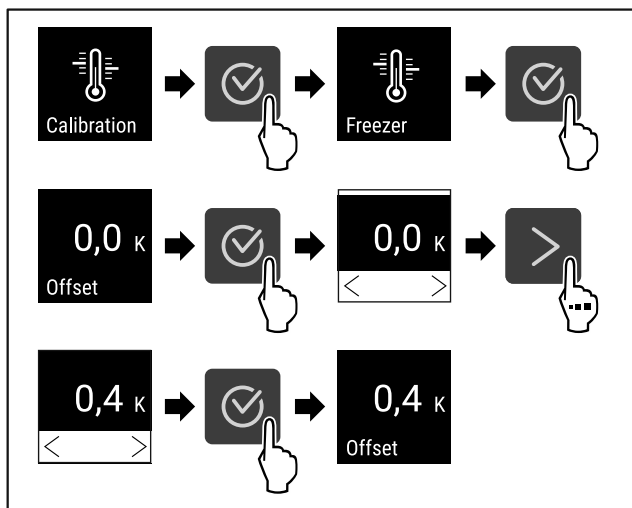

Fig. 96
- ▶ Atlikite veiksmus (žr. Fig. 96).